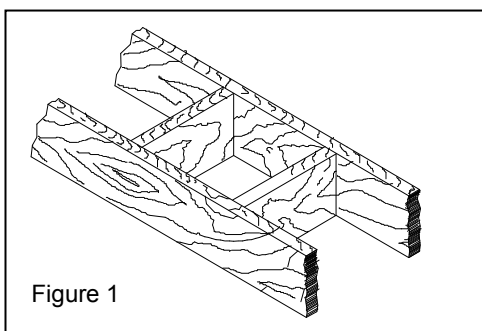

Figure 1
2. À toutes les traversées de mur et plafond, couper un trou aux dimensions requises et charpenter le trou de la façon représentée par l'illustration. (Fig.1).